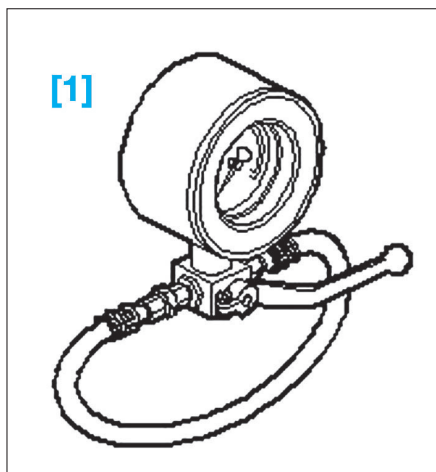

Fig. 28
- [1]. Contrôleur de direction assistée (réf VW 1402) (Fig.28).